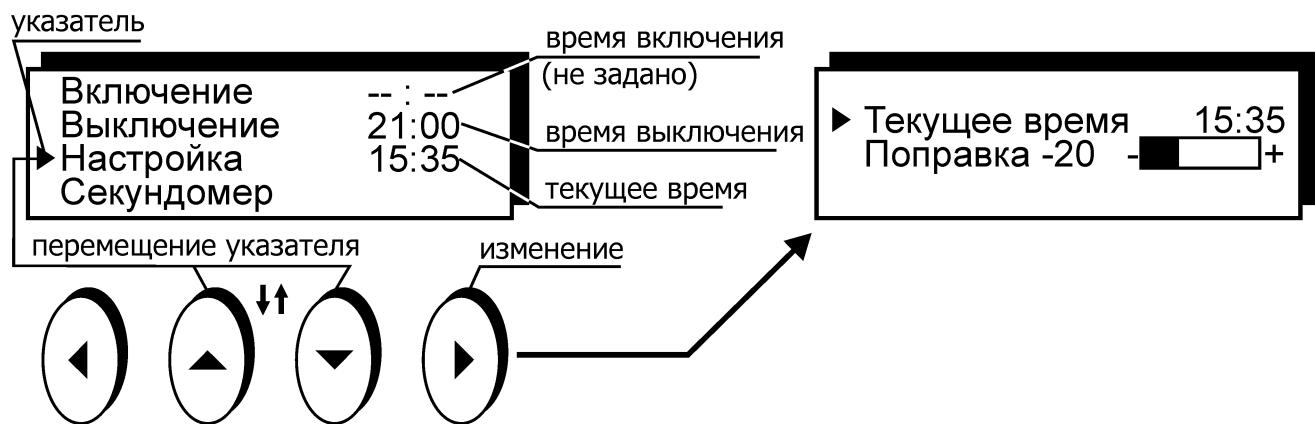

Рисунок 9 — Управление встроенными часами
- нажатиями кнопок (▲) и (▼) установить указатель против нужного времени: включения или выключения (рисунок 9);
- нажатиями кнопок (\blacktriangle) и (\blacktriangledown) установить указатель против пункта “Секундомер” (рисунок 9);